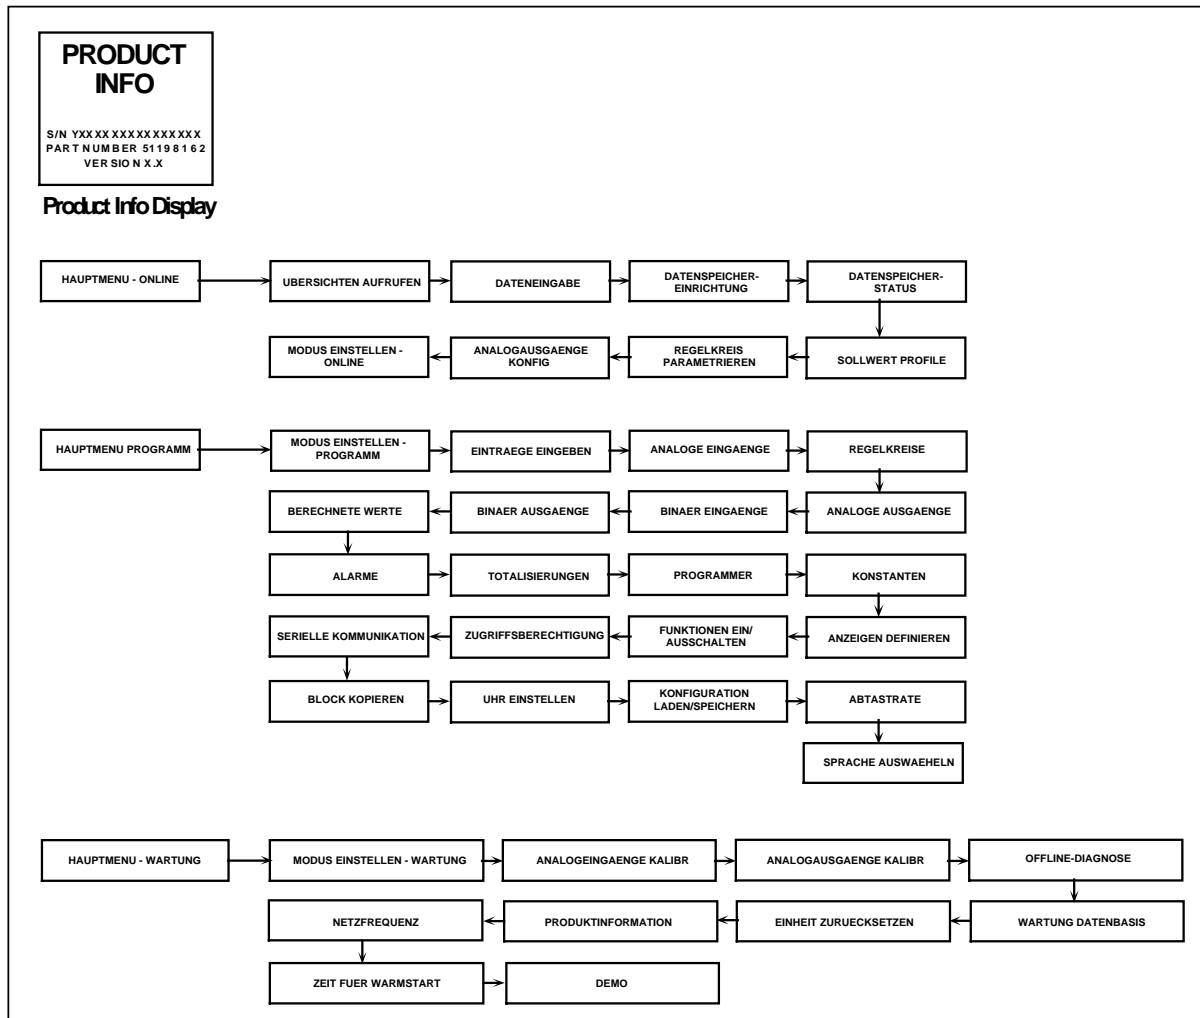
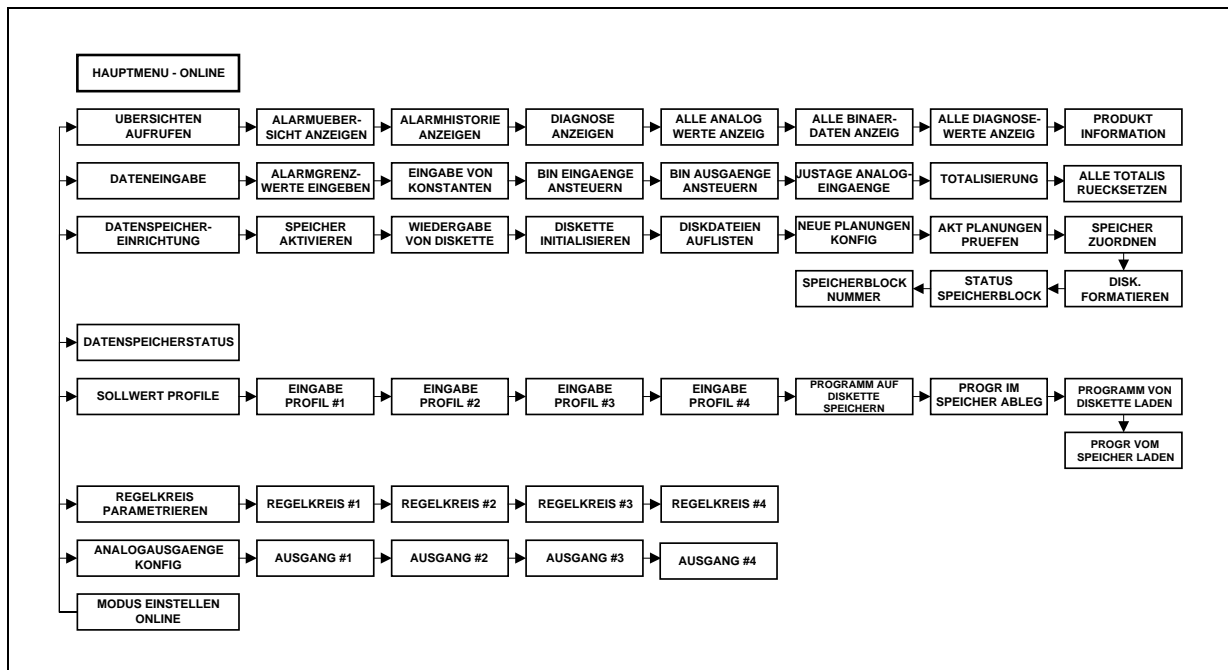
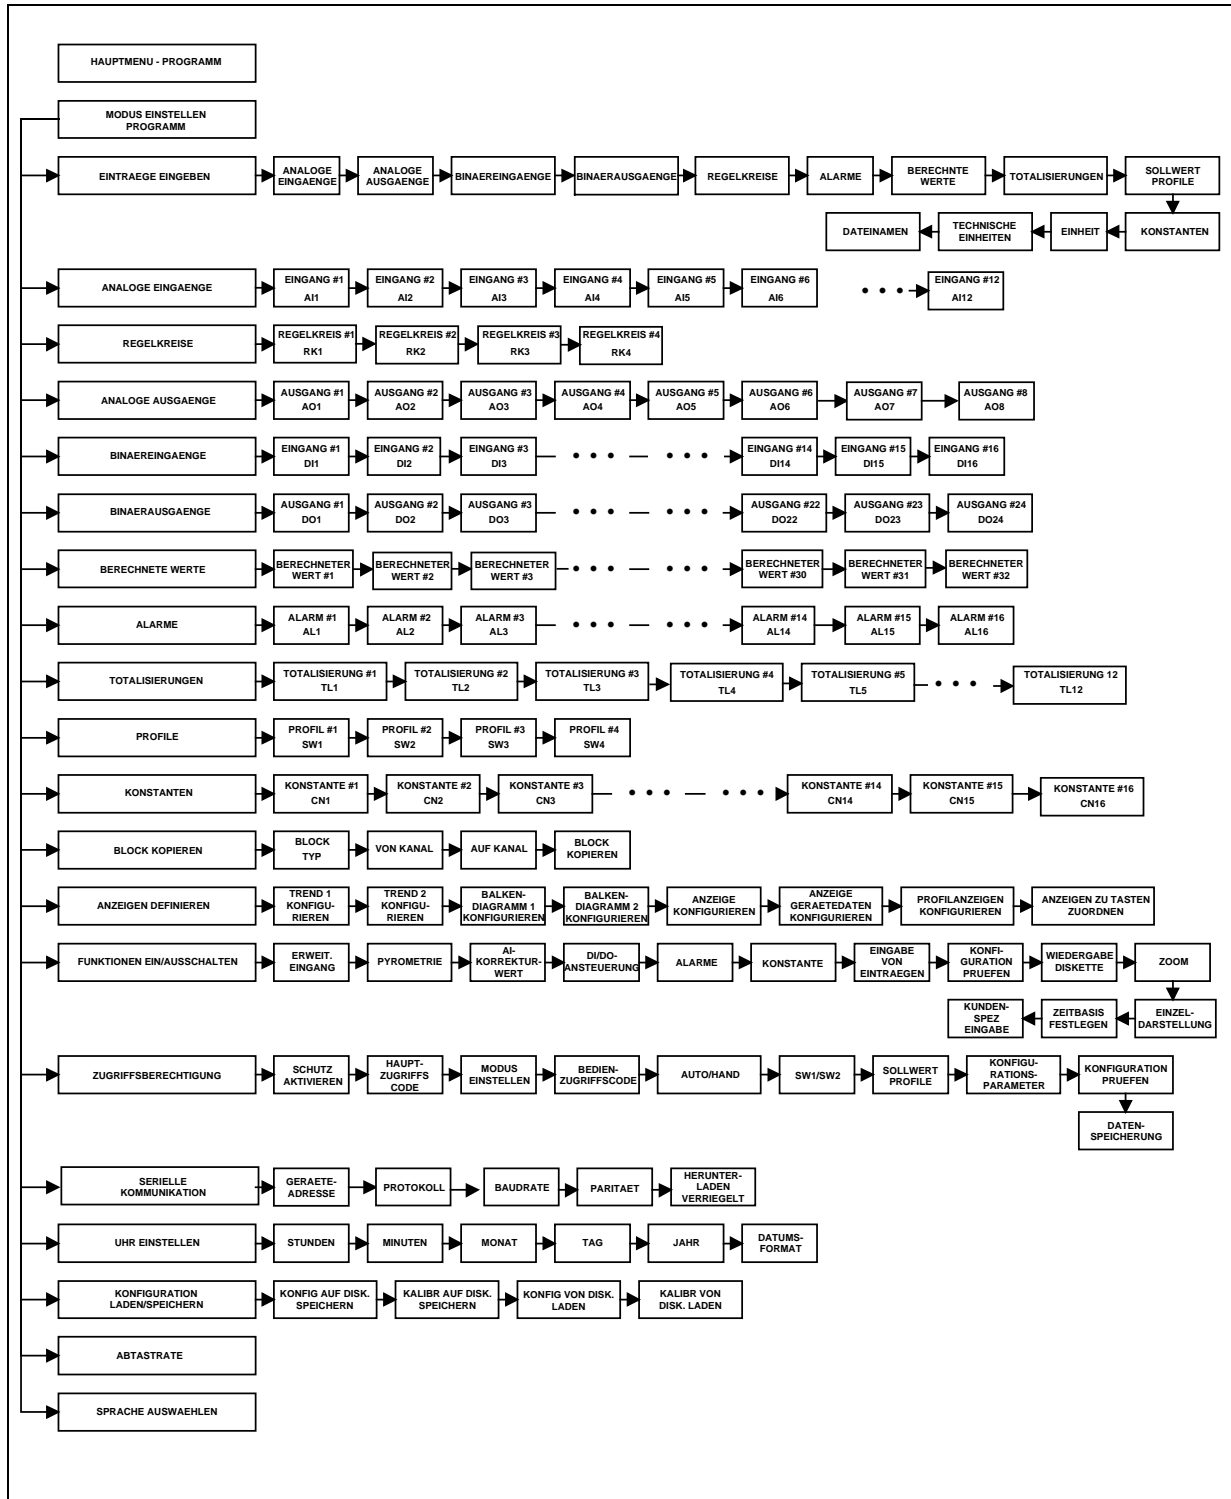
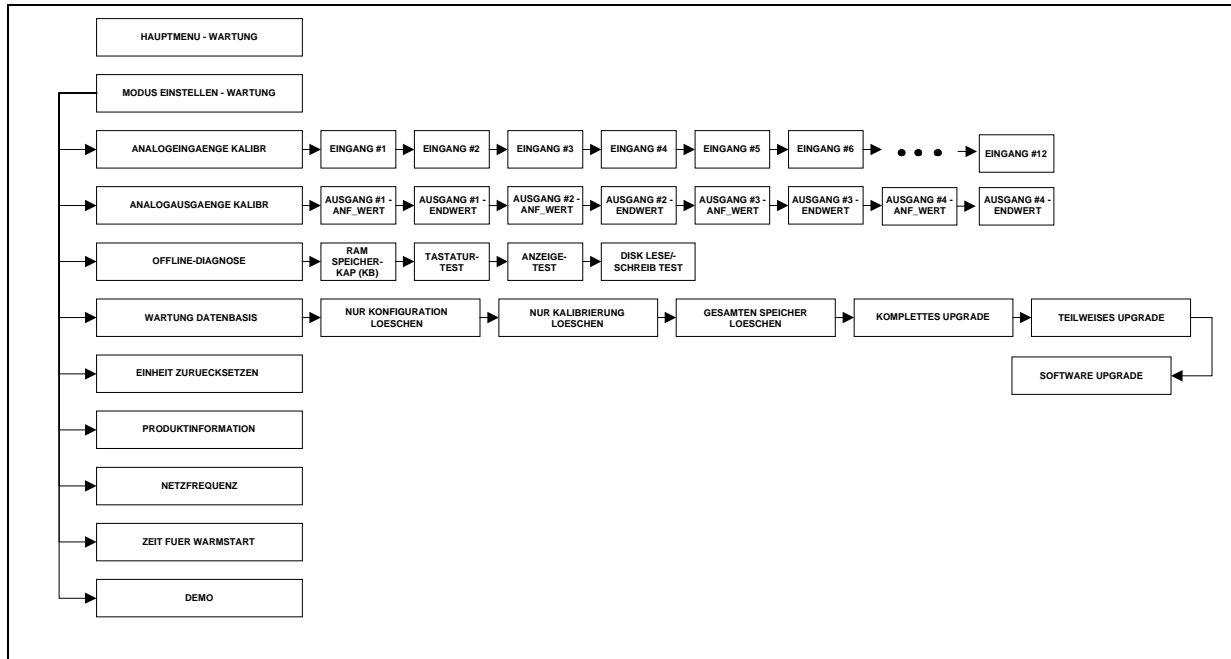

Abbildung 3-5 Navigation durch die HAUPTMENÜS der Modi ONLINE, PROGRAMM, und WARTUNG.
Abbildung 3-6 Modus ONLINE - HAUPTMENÜ
Abbildung 3-7 Modus PROGRAMM - HAUPTMENÜ
Abbildung 3-8 Modus WARTUNG - HAUPTMENÜ
1. Wenn Sie das Gerät zum ersten mal einschalten, erscheint zunächst die Logo-Anzeige. Drücken Sie mehrmals die Menütaste, bis das HAUPTMENÜ der Modi ONLINE, PROGRAMM oder WARTUNG angezeigt wird. Siehe Abbildung 3-5. Anmerkung: Die Menüs werden hier mit allen möglichen Optionen angezeigt, Ihr Menü kann weniger umfangreich sein.
- Wenn Sie einmal festgestellt haben, in welchem HAUPTMENÜ Sie sich befinden, verwenden Sie die Pfeiltasten, um wie in Abbildung 3-5 gezeigt den Inhalt des jeweiligen HAUPTMENÜS zu prüfen.
- Wenn Sie sich in dem mit Schritt 5 gewählten Modus befinden, scrollen Sie mit Hilfe der Aufwärts- und Abwärtspfeiltasten durch das HAUPTMENÜ dieses Modus. Prüfen Sie alle Menüs wie in Abbildung 3-5 angegeben.
Verwenden Sie nun die gleichen Tasten, um die Untermenüs der Modi ONLINE, PROGRAMM und WARTUNG zu prüfen, die in Abbildung 3-6, Abbildung 3-7 und in Abbildung 3-8 im Detail gezeigt werden. Die abgebildeten Untermenüs zeigen jeweils nur die erste Ebene unterhalb des HAUPTMENÜS eines jeden Modus. Außer diesen gibt es unterhalb dieser Ebene noch mehrere andere Untermenüs, die hier nicht gezeigt werden. Allgemein gilt, daß Sie von jedem Untermenü aus durch das Drücken der Menütaste zur nächsthöheren Menüebene gelangen, gleichgültig, auf welcher Ebene Sie sich gerade befinden. Falls Sie sich einmal im Untermenü eines Modus "verlieren", halten Sie die Menütaste so lange gedrückt, bis am Bildschirm wieder die Modi ONLINE, PROGRAMM und WARTUNG angezeigt werden.
Beachten Sie, daß Abbildung 3-5 bis Abbildung 3-8 nur grobe "Landkarten" für die Navigation innerhalb der drei Programmiermodi darstellen. Die Abschnitte 4 bis 8 dieses Handbuches enthalten genaue Beschreibungen jeder einzelnen Menüauswahl und vollständige Führer durch alle Untermenüs, die sich noch unterhalb der in diesen Abbildungen gezeigten Ebenen befinden.